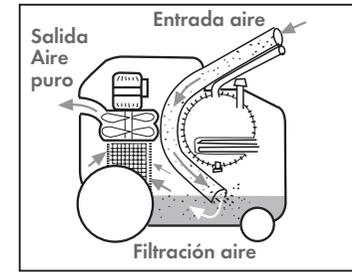

Fig. 4
Vertiendo en el depósito de recuperación (G) 2,5 litros de agua limpia, el aire es filtrado y las impurezas (polvo, gérmenes, etc.) retenidos en el depósito (G) (Fig. 4). Durante la utilización asegurarse siempre de no superar el nivel máximo para evitar salidas de chorros de agua por el silenciador.